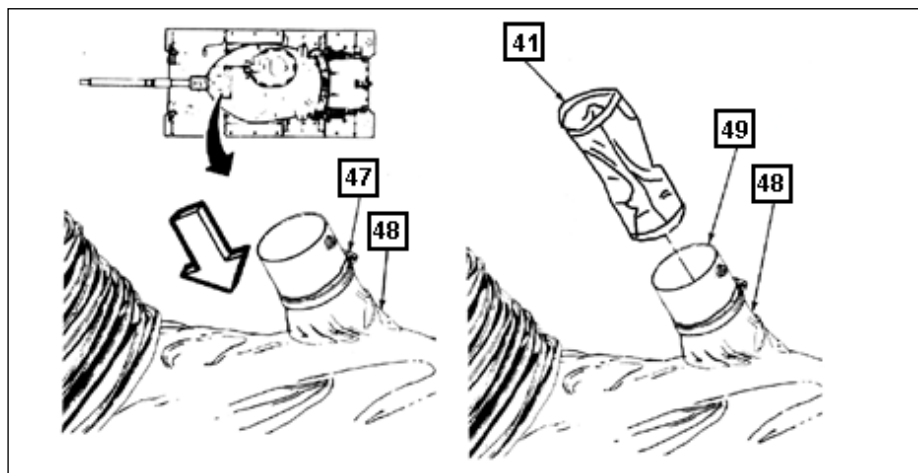

Fig 8-21. Vedação do orifício da Mtr coaxial
(10) Afrouxar a braçadeira(47) da capa do duto da Mtr Coax(48). Abaixar a capa o máximo possível e apertar a braçadeira(47) na nova posição. (Fig 8-21)